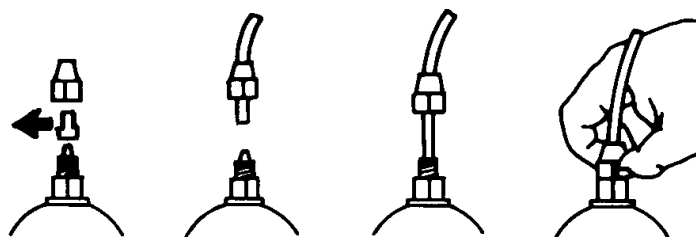

Fig. 7
- e.- Saque las dos cápsulas de protección de los empalmes, insiera hasta el fondo los tubos enroscando, y asegúrelos con los casquillos de fijación. (Fig.7)